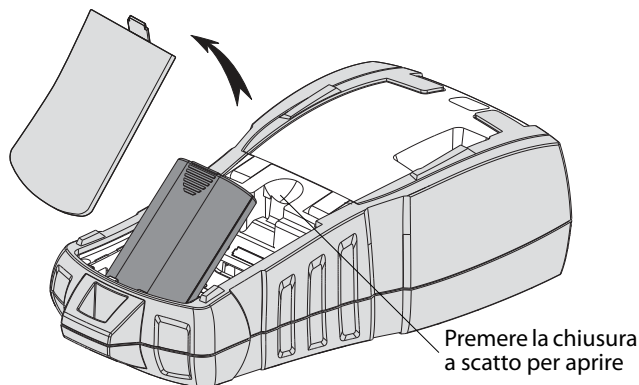

Figura 4
1. Premere la chiusura a scatto sul retro della stampante per aprire il coperchio del vano batterie. Vedere la Figura 4.
2. Inserire la batteria nel vano. Vedere la Figura 4.